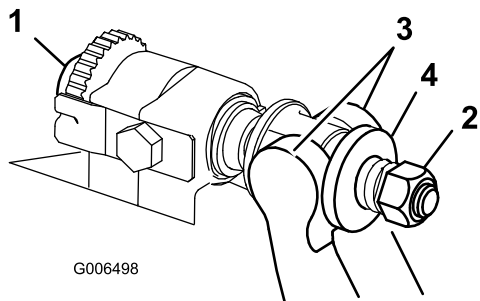

図 29
1. ベッドバー調整ねじを左に回してベッドナイフとリールの接触をなくす 図 29。
2. スプリングテンション・ナットをゆるめて、ワッシャがベッドバーを全く押さないようにする 図 29。